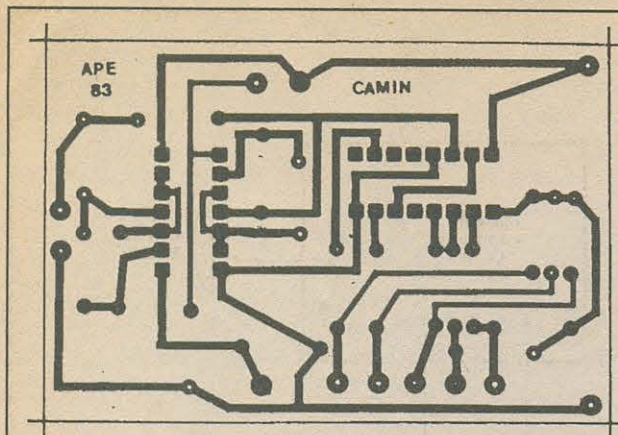

Fig. 2
- FIG. 2 - LAY OUT DO CIRCUITO IMPRESSO ESPECÍFICO - Apesar da caixa inevitavelmente meio *taluda* (para comportar as dimensões óbvias do campo de jogo, conforme veremos mais adiante, em ilustrações específicas...), o circuito - em si - é pequeno, como demonstra o diagrama em escala 1:1 (tamanho natural) do padrão de ilhas e pistas correspondente à face cobreada do fenolite. Depois da cópia direta, por carbono, recomendamos que a traçagem seja feita com decalques ácido-resistentes apropriados, já que a presença de dois integrados assim recomenda... As demais providências de confecção já são conhecidas dos leitores/hobbyistas (quem for iniciante terá que recorrer a informações contidas em números anteriores de APE e de ABC DA ELETRÔNICA...), e deverão todas ser promovidas com o requerido cuidado e atenção, nunca esquecendo da rigorosa conferência final, para eventual eliminação